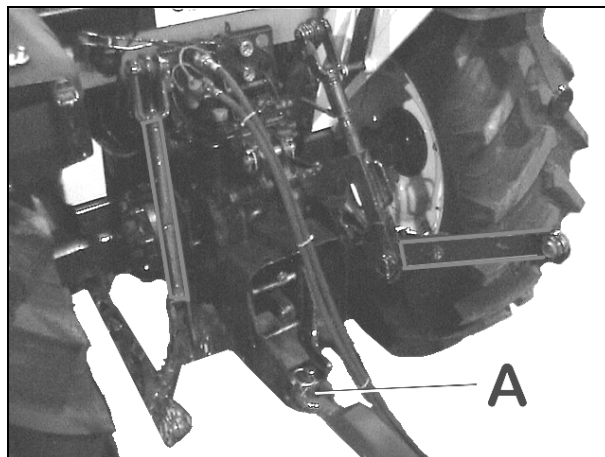

fig.7 – Attelage au tracteur
- Une fois accroché l'anneau de remorquage du timon au crochet d'attelage (A, fig.7) relever le pie d'appui.